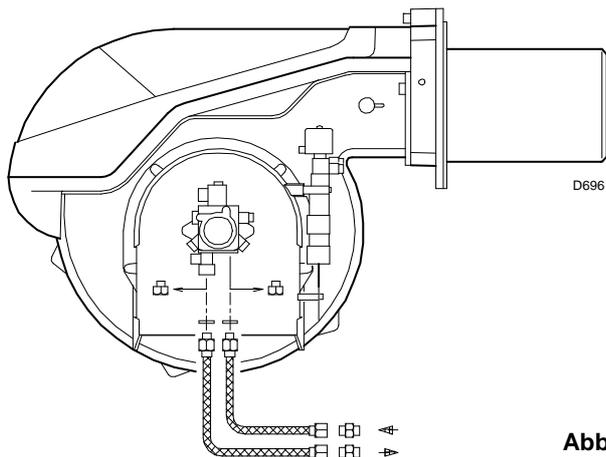

Abb. 17
7.2 Hydraulische Anschlüsse (Abb. 17)